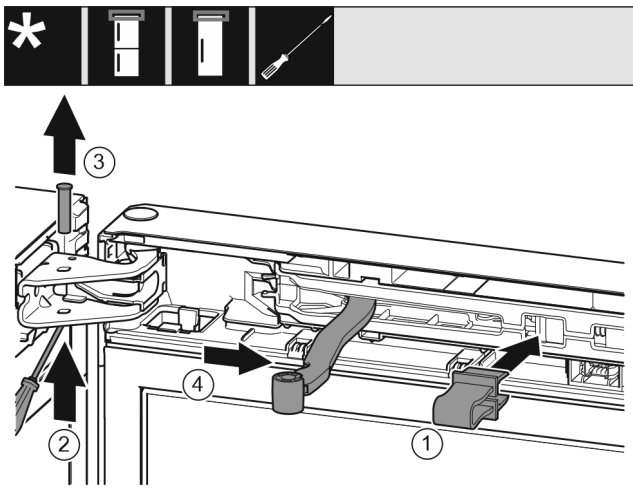

Fig. 9
- ▶ Beveiliging Fig. 9 (1) in opening vastklikken.
- ▶ Bouten Fig. 9 (2) eruit schuiven.
- ▶ Bouten Fig. 9 (3) naar boven toe wegnemen.
- ▶ Scharnier Fig. 9 (4) in de richting van de deur draaien.